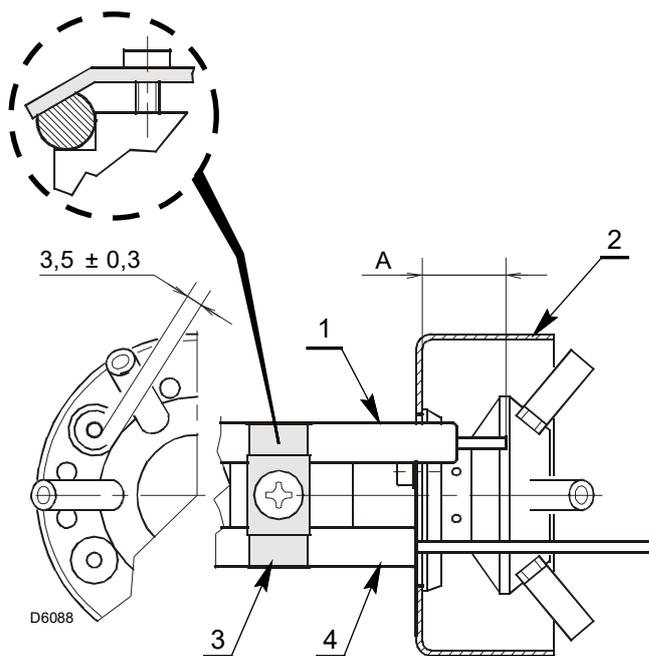

Fig. 13
- Assicurarsi che la piastrina 3)(Fig. 13) sia sempre inserita nella spianatura dell'elettrodo 1).